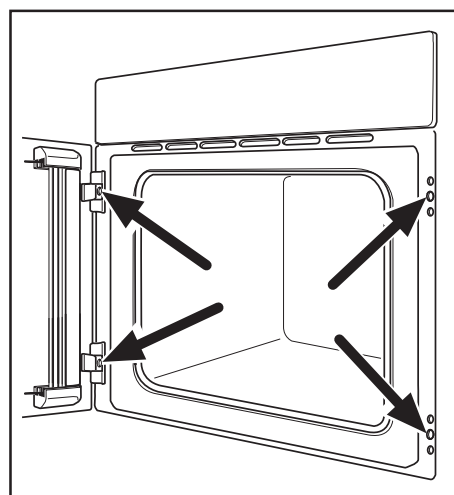

Рис. 44
3. Прикрепите духовку к мебели четырьмя шурупами, подходящими к отверстиям, выполненным в раме духовки (Рис. 44).